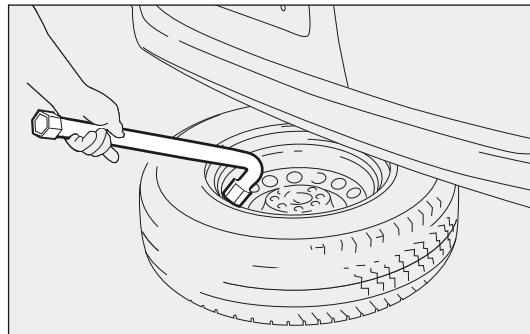

fig. 132
- ❑ trek met de sleutel B het wiel onder de auto vandaan fig. 132;